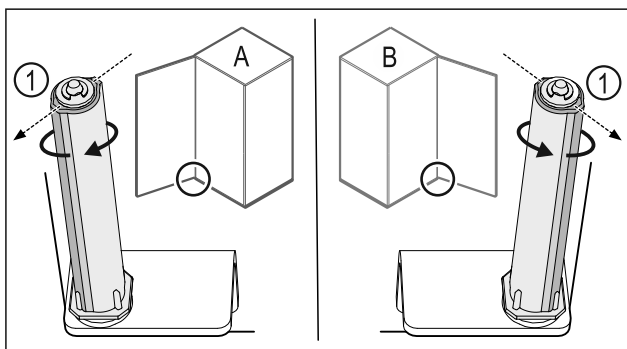

Fig. 23 Розкриття ліворуч (A) / Розкриття праворуч (B)
- Систему закриття повертати проти опору доки перемичка системи закриття Fig. 23 (1) не покажуватиме назовні.